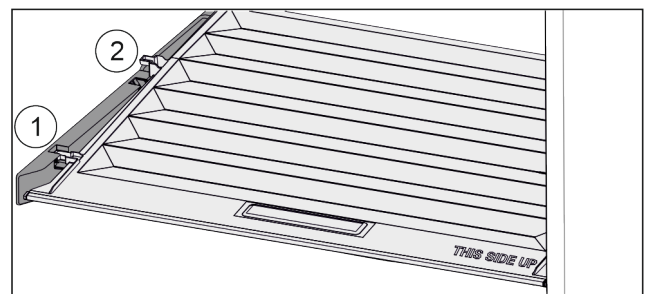

Fig. 39
- ▶ Кришку до отвору в деталях для підтримки потягнути вперед Fig. 39 (1).
- ▶ Підняти ззаду знизу та вийняти Fig. 39 (2) вгору.